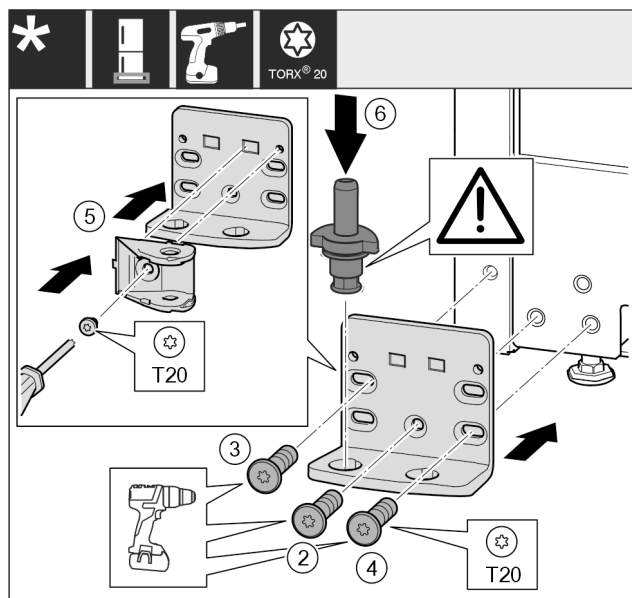

Fig. 21\*
- Coloque el soporte del cojinete en el otro lado y atorníllelo con un destornillador. Comience con el tornillo Fig. 21 (2) en la parte inferior central.\*
- Atornille el tornillo Fig. 21 (3) y el tornillo Fig. 21 (4).\*